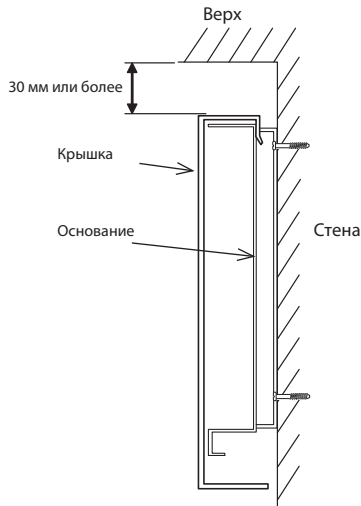

Рис. 2.3.2
* Для защиты устройства от падения со стены, выберите соответствующие винты (местной поставки) и надежно закрепите основание горизонтально в подходящем месте на стене. (См. Рис. 2.3.2)
- (D) Винты